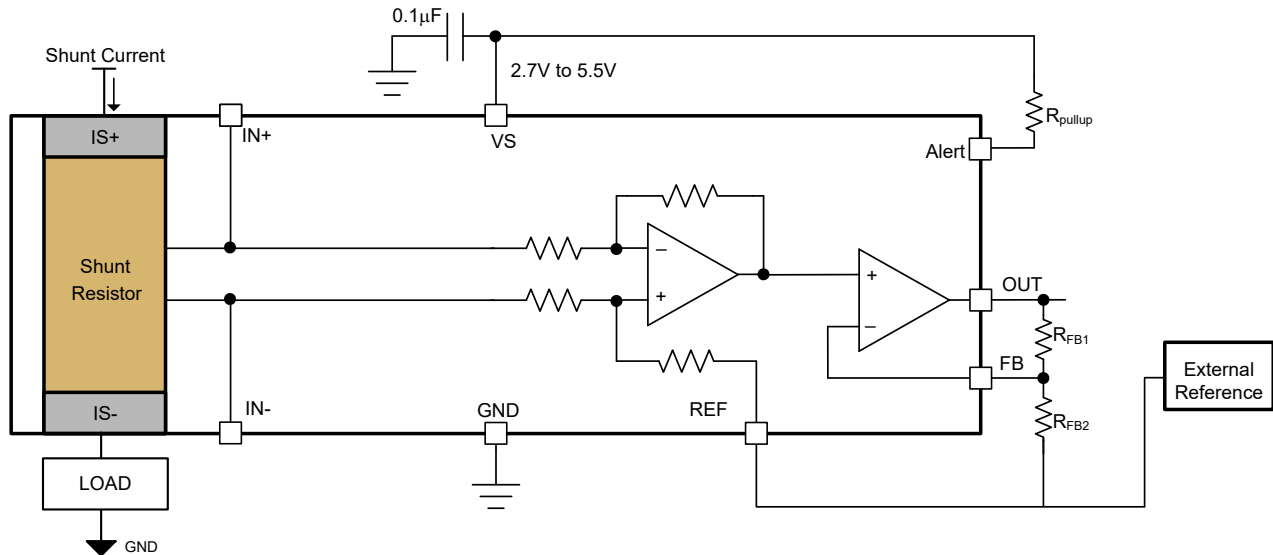

图 6-7. 通过外部电阻分压器实现的可调增益设置
INA791x 支持通过两个外部电阻网络进行增益调整。默认增益为 20mV/A，借助增加的外部可调增益电阻器网络，总增益 (G) 最高可达 400mV/A。图 6-7 显示了配置用于增加外部增益的两个外部电阻器  $R_{FB1}$  和  $R_{FB2}$ 。方程式 2 可用于计算外部可调增益，方程式 3 显示了具有外部可调增益的系统的总增益。REF 引脚和电阻  $R_{FB2}$  的一端根据 OUT 引脚上所需的电压连接到外部基准，如 使用基准引脚调整输出 中所述。